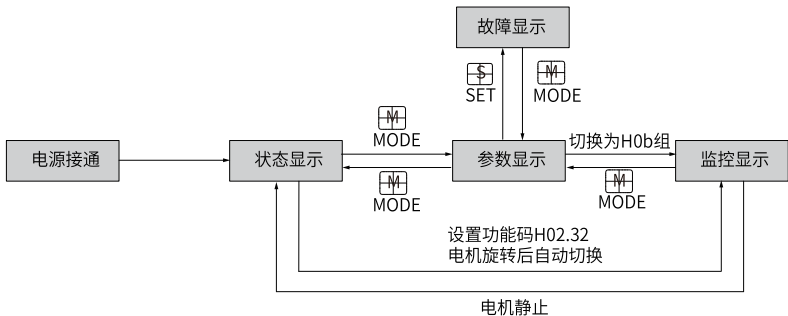

图1-3 面板各类型显示切换方法示意图
- 按“MODE”键可在不同显示模式之间切换，切换条件如第14页“图1-3”所示。